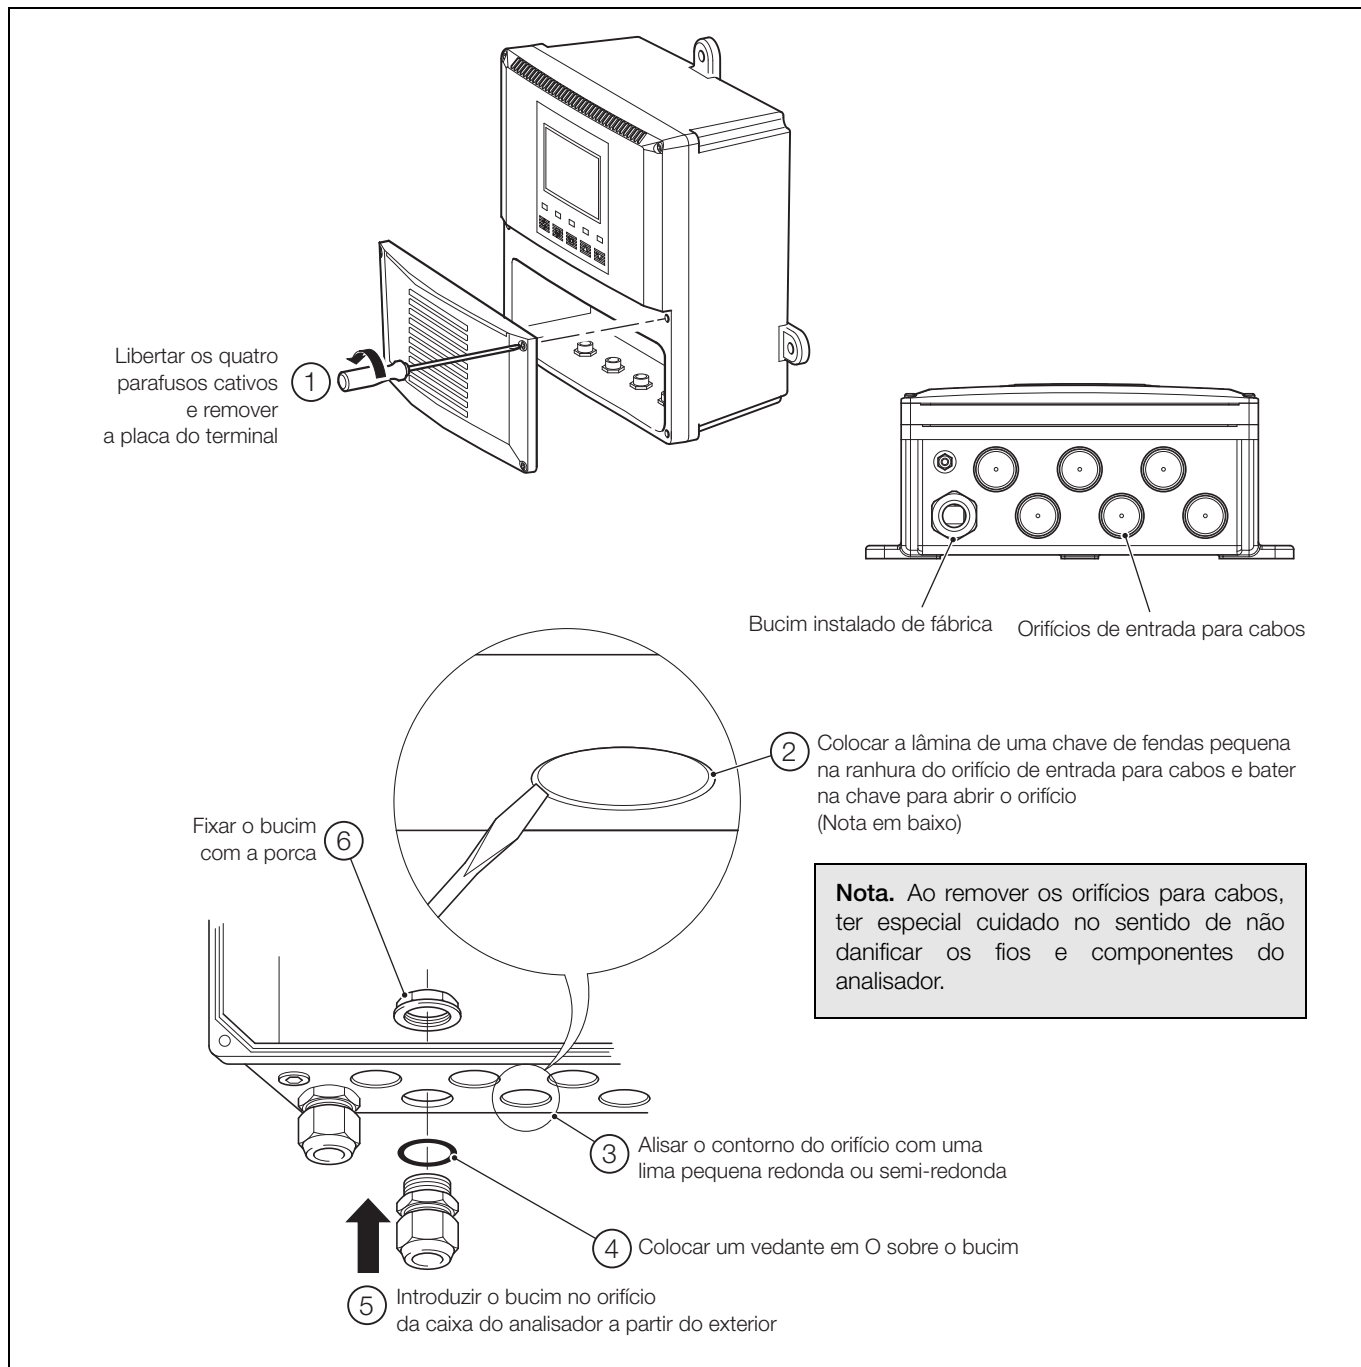

Fig. 6.7 Orifícios de entrada para cabos, analisador de montagem em parede/tubo
6.3.2 Orifícios de entrada para cabos, analisador de montagem em parede/tubo – Fig. 6.7
O analisador é fornecido com 7 buçins, um instalado e os restantes a instalar conforme necessário pelo utilizador – consulte a Fig. 6.7.